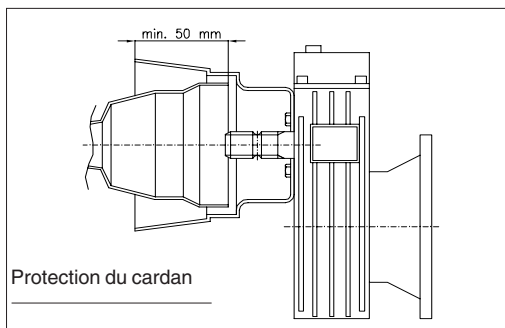

fig. 1
- a) la contre-coiffe de protection (fig. 1) est présente, intégrée et bien fixée. La contre-coiffe doit couvrir la protection du joint de cardan sur au moins 50 mm et doit empêcher le contact accidentel des mains avec les organes en mouvement;